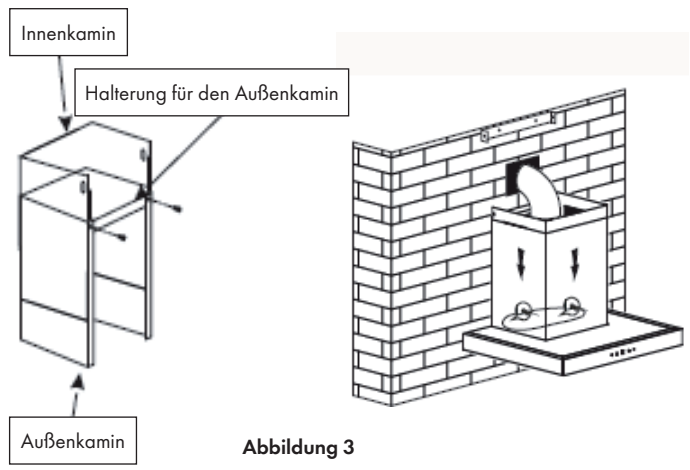

Abbildung 3
Montieren Sie anschließend den Kamin auf der Dunstabzugshaube und führen Sie das Abluftrohr zur Wandabluföffnung. Befestigen Sie das Abluftrohr mit dem Kabelbinder an der Wandabluföffnung (siehe Abbildung 3).
- 4. Stellen Sie die Höhe des Innenkamins auf die Position der Halterung für den inneren Kamin ein und befestigen Sie diesen mit 2 Schrauben (ST 4*8 mm). Haben Sie die Höhe und Position abschließend angepasst, fixieren Sie das Gehäuse mit einer Sicherheitsschraube (siehe Abbildung 3 und 4).